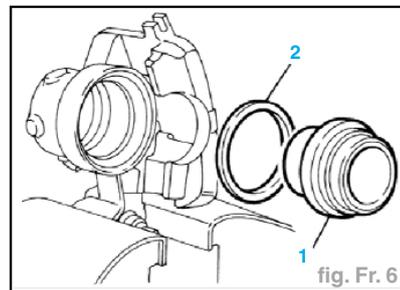

fig. Fr. 6
- Déposer le capuchon de protection du piston (1).
- Enlever le joint d'étanchéité (2) (fig. Fr. 6).